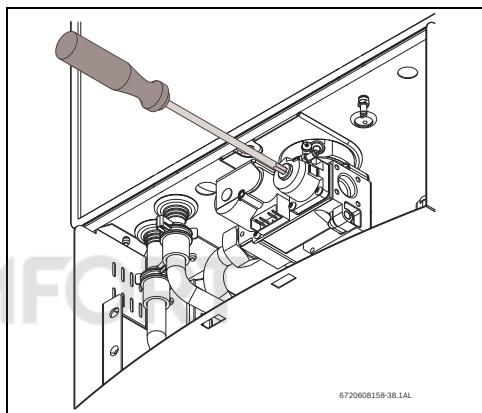

Рис. 53 Регулировка уровня P2 CO₂
- Установите на место защитную утопленную крышку, Рис. 53 .